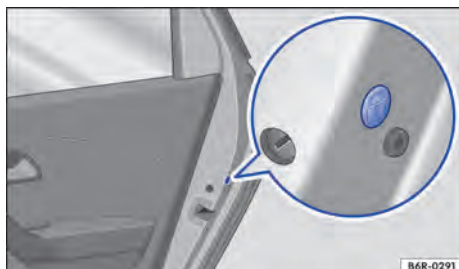

Fig. 46 Na parte dianteira da porta direita: travamento de emergência, coberto por uma vedação de borracha.
- Remover a vedação de borracha na lateral da porta. A vedação está identificada por um cadeado 🔒 → Fig. 46.